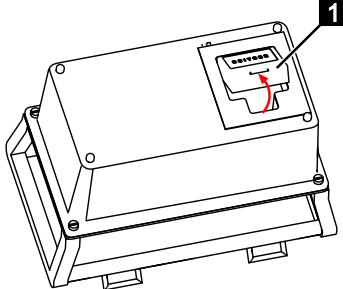

Abb. 215
2. Die leere Batterie (Abb.215/1) auf der Rückseite der Funksteuerung entnehmen.